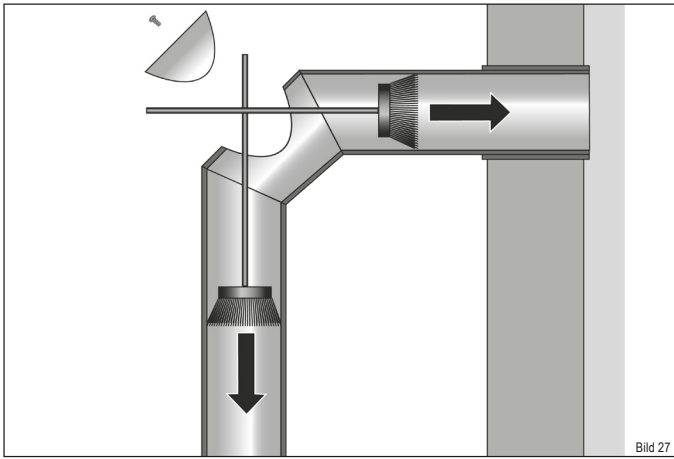

Bild 27
- ▶ Öffnen Sie die Reinigungsklappe am Rauchrohr (Bild 27).
- ▶ Kehren Sie die Ablagerungen nach hinten in den Schornstein und nach unten in den Kaminofen (Bild 27).